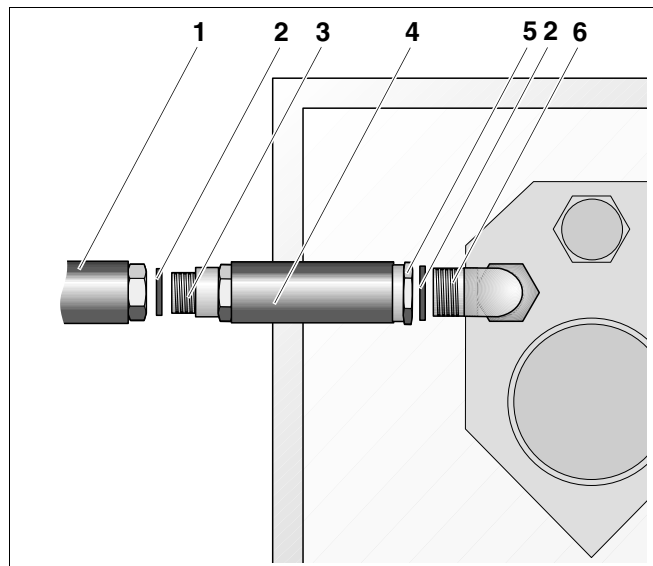

Abb. 2 Kurzes Verlängerungsstück am Vorlauf des Warmwasserspeichers montieren
- Flachdichtung (Abb. 2, **Pos. 2**) in die Überwurfmutter des kurzen Verlängerungsstückes (Abb. 2, **Pos. 5**) einlegen.
- Überwurfmutter (Abb. 2, **Pos. 5**) auf das Gewinde des Anschlusswinkels (Abb. 2, **Pos. 6**) handfest schrauben.
- Flachdichtung (Abb. 2, **Pos. 2**) auf das Gewinde des kurzen Verlängerungsstückes (Abb. 2, **Pos. 3**) schieben.
- Gewinde des kurzen Verlängerungsstückes (Abb. 2, **Pos. 3**) in das Gewinde der Kessel-Speicher-Verbindungsleitung (VS – Abb. 2, **Pos. 1**) eindrehen.